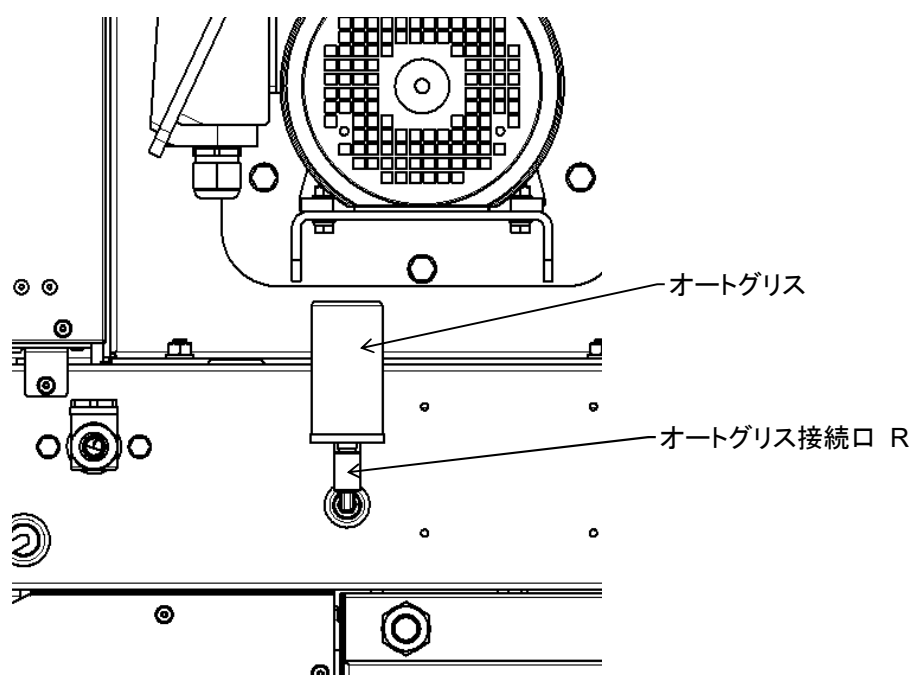

図 5-2
- ・ 付属品のオートグリスをオートグリス接続口 R に取り付けます。(図 5-2)